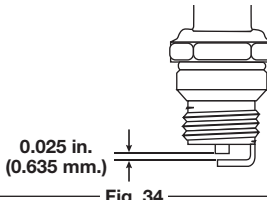

Fig. 34
3. Cambie las bujías que estén rajadas, sucias o deterioradas. Fije la separación de aire a **0,635 mm (0,025 pulgadas)** utilizando un calibrador (Fig. 34).